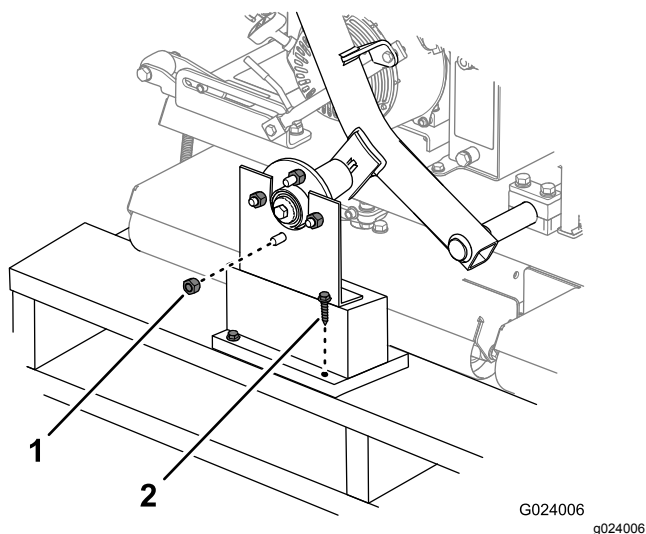

Figura 3
1. Retire las tuercas que sujetan los cubos de las ruedas a los soportes de transporte (Figura 3). Asimismo, retire las tuercas que están enroscadas en los espárragos de cada cubo.